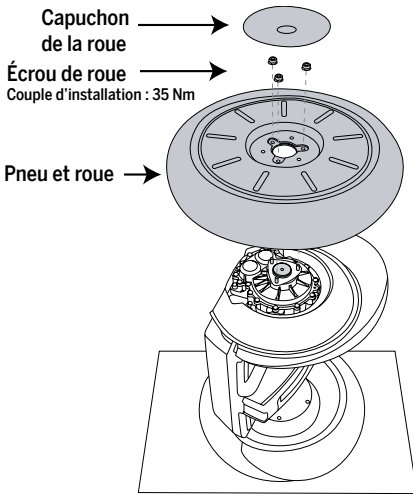
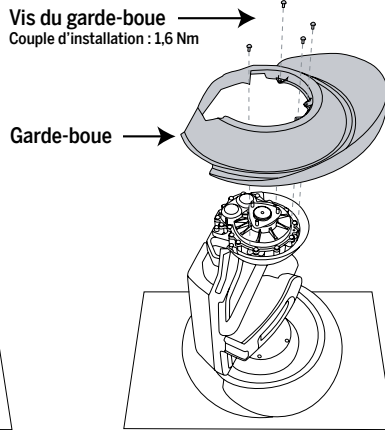

Figure 1. Retrait ou installation de l'ensemble pneu et roue
Figure 2. Retrait ou installation du garde-boue
4. Maintenez la roue pour l'empêcher de tourner et retirez les (3) écrous de roue avec une clé à douille de 13 mm. Les (3) écrous de roue sont nécessaires pour remettre la roue en place.
6. Pour retirer le garde-boue, retirez, à l'aide d'une clé à six lobes T20, les (4) vis qui maintiennent le garde-boue monté sur la boîte d'engrenages. Soulevez le garde-boue. **Référez-vous à la figure 2.**
7. Pour monter le nouveau garde-boue, positionnez celui-ci de manière à l'aligner avec les trous pratiqués dans la boîte d'engrenages. Référez-vous à la figure 2.
8. Vissez les (4) vis de 11 mm de long (incluses dans ce kit) dans le garde-boue et la boîte d'engrenages. Serrez les vis à un couple de 1,6 Nm à l'aide d'une clé à six lobes T20.
9. Pour remettre la roue en place, placez l'ensemble pneu et roue au-dessus des trois arbres filetés. **Référez-vous à la figure 1.**
10. Maintenez la roue pour l'empêcher de tourner et retirez les (3) écrous de roue. Serrez les écrous à un couple de 35 Nm à l'aide d'une clé hexagonale de 13 mm.